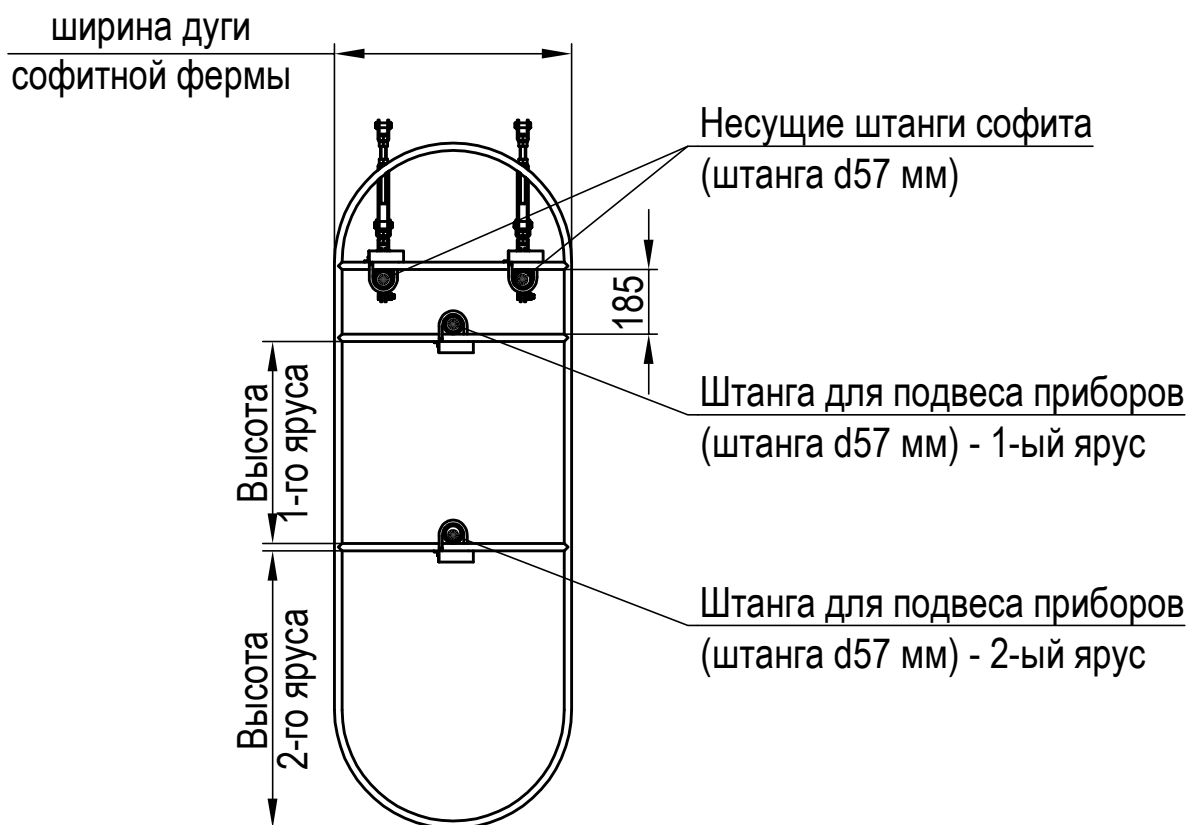

Рисунок 2 - Дуга софитная (общий вид)
- верхних несущих штанг софита (смотри рисунок 2), к которым фиксируются талрепы театральные посредством хомутов штанкетных d57 мм,
- штанг для подвеса приборов (смотри рисунок 2),